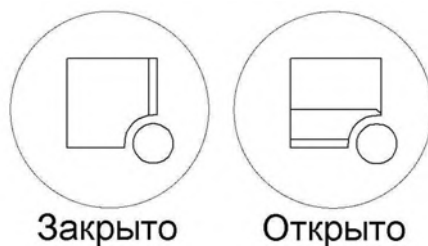

Рис. 4. Положения фиксаторов защитной решетки вентилятора
4.3 Перед включением изделия необходимо убедиться, что защитная решетка (7) находится на месте и зафиксирована (два фиксатора, расположенные в верхних углах решетки, находятся в положении «Закрыто» (см. рис. 4)).